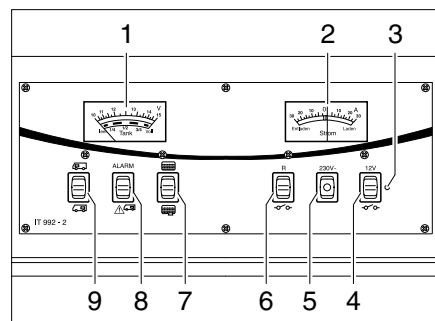

Bild 151 Panel IT 992
Beim Anzeigeeinstrument V/Tank (Bild 151,1) die obere Skala beachten. Das Anzeigeeinstrument wird automatisch beleuchtet, sobald ein Schalter gedrückt wird.
- Wippschalter (Bild 151,9) oben drücken : Die Batteriespannung der Starterbatterie wird angezeigt.
- Wippschalter (Bild 151,9) unten drücken : Die Batteriespannung der Wohnraumbatterie wird angezeigt.
Beim Anzeigeeinstrument V/Tank (Bild 151,1) die untere Skala beachten. Das Anzeigeeinstrument wird automatisch beleuchtet, sobald ein Schalter gedrückt wird.
- Wippschalter (Bild 151,7) oben drücken : Die Wassermenge wird angezeigt.
- Wippschalter (Bild 151,7) unten drücken : Die Abwassermenge wird angezeigt.
Die rote Warnleuchte ALARM (Bild 151,8) blinkt, sobald die Spannung der Wohnraumbatterie 11 V (Messung im laufenden Betrieb) unterschreitet und damit Tiefentladung droht.
Am Anzeigeeinstrument Strom (Bild 151,2) wird ständig der aktuell fließende Batteriestrom angezeigt. Das Anzeigeeinstrument wird automatisch beleuchtet, sobald ein Schalter gedrückt wird.
Der 12-V-Hauptschalter (Bild 151,4) schaltet das Panel und die 12-V-Versorgung des Wohnraums ein und aus.
Einschalten: ■ Wippschalter (Bild 151,4) oben drücken "  ": Die 12-V-Versorgung des Wohnraums ist eingeschaltet. Die Kontroll-Leuchte (Bild 151,3) leuchtet grün.
Ausschalten: ■ Wippschalter (Bild 151,4) unten drücken "  ": Die 12-V-Versorgung des Wohnraums ist ausgeschaltet. Die Kontroll-Leuchte (Bild 151,3) erlischt.
Die 12-V-Kontroll-Leuchte (Bild 151,3) leuchtet, wenn der 12-V-Hauptschalter (Bild 151,4) eingeschaltet ist.
Die gelbe 230-V-Kontroll-Leuchte (Bild 151,5) leuchtet, wenn am Eingang des Elektroblocs Netzspannung vorhanden ist.
- Einschalten:** ■ Wippschalter (Bild 151,6) oben drücken: Die Umwälzpumpe ist eingeschaltet.
- Ausschalten:** ■ Wippschalter (Bild 151,6) unten drücken "  ": Die Umwälzpumpe ist ausgeschaltet.